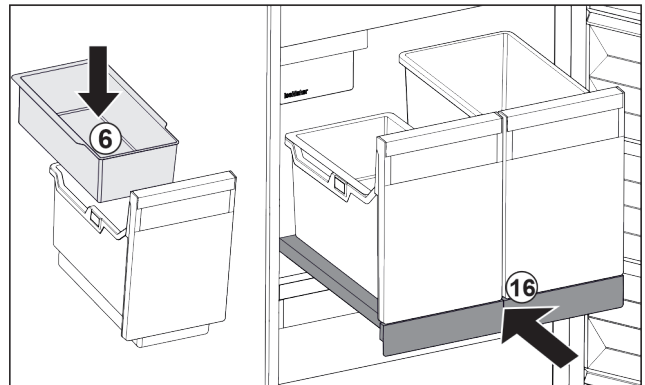

Fig. 91
- ▶ Aseta ripustettava jääpalakulho Fig. 91 (6) paikalleen.
- ▶ Työnnä vetotaso säiliöineen (IceTower) sisään paikalleen. Fig. 91 (16)